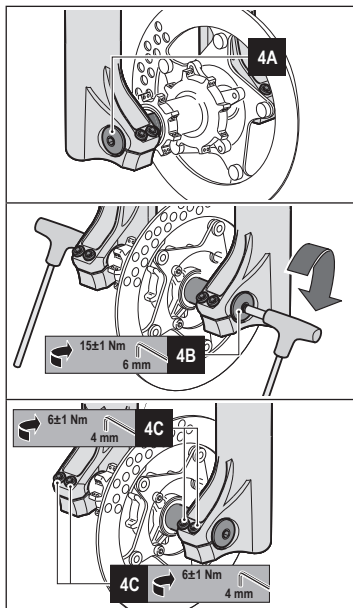

Figura 4 - ø20mm Taperwall eje pasante: Instalación de rueda
- Alinee el centro de la rueda con los dos ejes rueda (véase **4A** en **Figura 4**).
- Introduzca el eje a través del soporte rueda izquierda, de la rueda y del soporte rueda derecho (véase **4A** en **Figura 4**).
- Apriete el eje al par de torsión previsto (**15±1 Nm**) actuando en el tapón del perno (véase **4B** en **Figura 4**) con una llave Allen de 6 mm.
- Ayudándose con una llave Allen de 4 mm, apriete los tornillos colocados en los dos soportes rueda al par de torsión previsto (**6±1 Nm**) con secuencia "1-2-1" (véase **4C** en **Figura 4**).